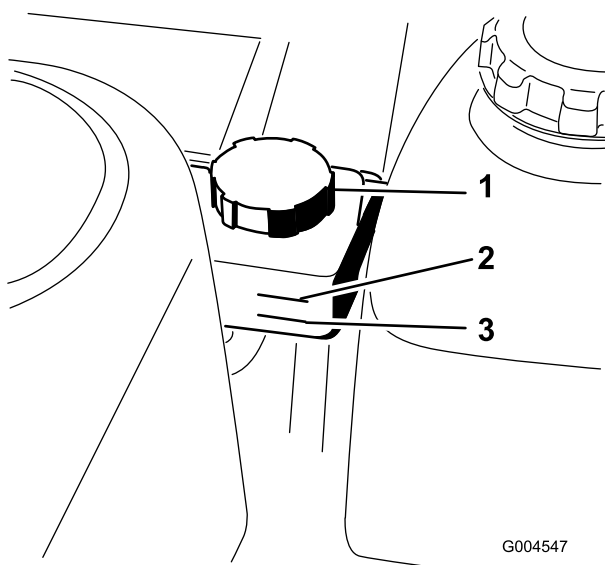

Figura 49
Nota: Hay dos maneras de comprobar el aceite hidráulico, cuando el aceite está caliente, y cuando está frío. El depósito tiene dos marcas de nivel, para aceite caliente y para aceite frío (Figura 49).
2. Limpie la zona alrededor del depósito de aceite hidráulico (Figura 49).
5. Si es necesario añadir más aceite, retire el tapón del cuello de llenado (Figura 49).
8. Añada aceite hasta que llegue a la marca Frío del depósito de aceite hidráulico (Figura 49).